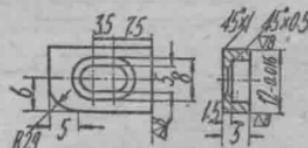

图 3
1. 采用游标卡尺结构原理，为了达到位移精度在 0.015 毫米以内，在主尺 2 左后面装有一个挡块 14 用来垫块规，挡块做成如图 3 所示的形状，图 3 中长圆孔是供调整零位的。